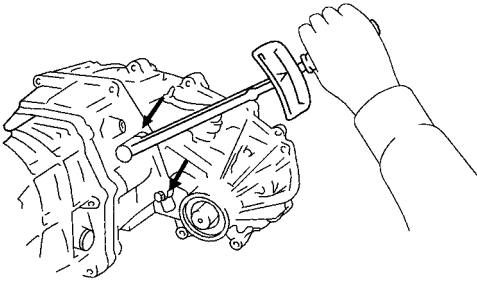

图 12-47 前面两个螺栓的螺纹涂敷密封胶
3) 按图 12-47 所示的前面两个螺栓的螺纹部分涂敷密封胶，装上并旋紧螺栓。